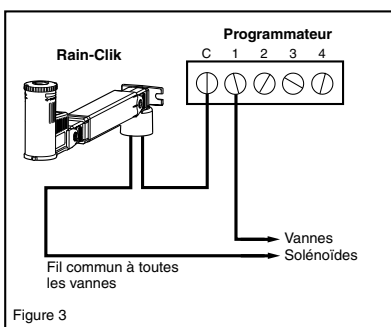

Figure 3
- A. Vannes solénoïdes 24 volts seules (sans pompe de surpression) (voir figure 3) Avec les deux fils du Rain-Clik au programmeur, identifiez le fil de masse commun des vannes solénoïdes. S'il est connecté à la borne commune du programmeur, déconnectez-le. Raccordez un fil du Rain-Clik à la borne "commune" (normalement marquée "C") sur le programmeur. Raccordez l'autre fil du Rain-Clik au fil commun qui va aux vannes. Remarque: le fil commun vers les vannes n'a pas à être interrompu au programmeur. Le Rain-Clik peut être câblé à n'importe quel endroit le long de la ligne du fil commun.